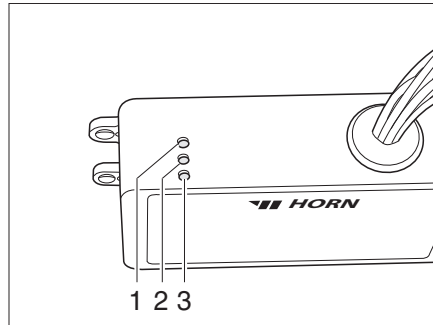

Bild 83 Regelgerät
Das Regelgerät (Bild 83) ist unter der Sitzbank eingebaut. Die Kontroll-Leuchten auf dem Regelgerät haben folgende Bedeutung:
- Kontroll-Leuchte (Bild 83,2) leuchtet grün: Regelung in Betrieb.
- Kontroll-Leuchte (Bild 83,1) leuchtet rot: Abwassertank wird beheizt.
- Kontroll-Leuchte (Bild 83,3) leuchtet rot: Abwasserleitungen werden beheizt.